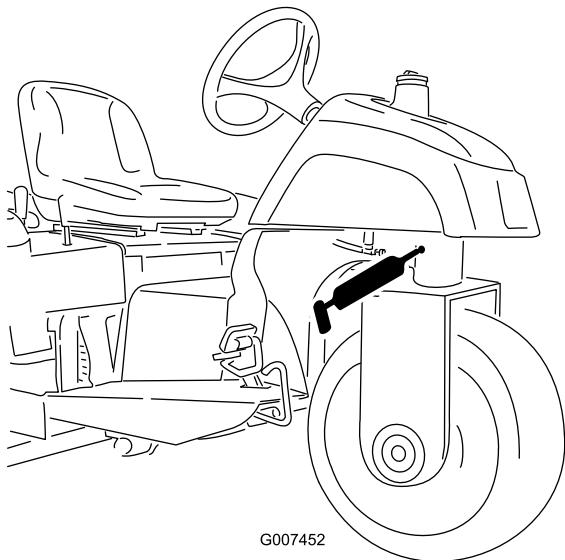

Рисунок 24
- Шарнир поворотного кулака (Рисунок 24)
Примечание: Для утопленной пресс-масленки на шарнире поворотного кулака (Рисунок 24) требуется переходник к смазочному пистолету. № по каталогу 107-1998 для заказа у местного официального дистрибутора компании Toro.